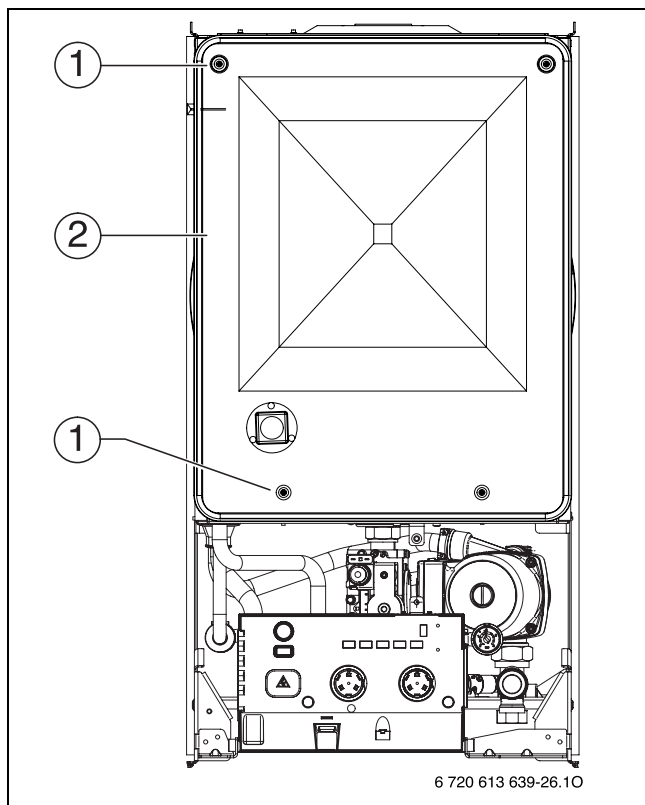

Fig. 32 Deschiderea camerei de aer
- ▶ Se desfac cele patru șuruburi (1) și se scoate capacul camerei de aer (2) (→ Fig. 32).